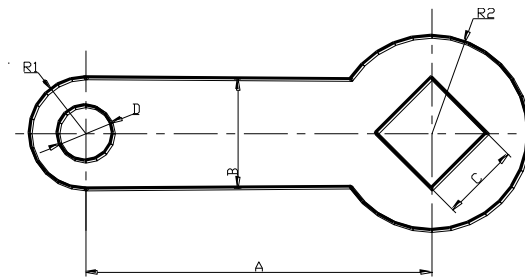

Рис. 4. Область рішення задачі
9. Визначити спектр власних частот елемента конструкції зображеної на рис. 4. Розміри елемента: $A = 100$ мм, $B = 50$ мм, $D = 20$ мм, $R_2 = 60$ мм. Отвори елемента радіусом $R_1 = 60$ мм, жорстко закріплені. До внутрішньої поверхні квадрату розміром $c = 20$ мм прикладений тиск 1 кПа. Зовнішні поверхні елемента мають температуру 250 °C.